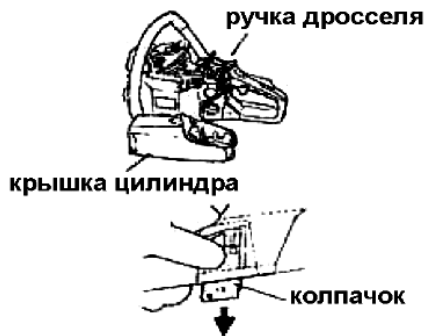

рис.11
4. Нажмите пальцем на колпачок справа от крышки цилиндра и снимите его (рис.11).